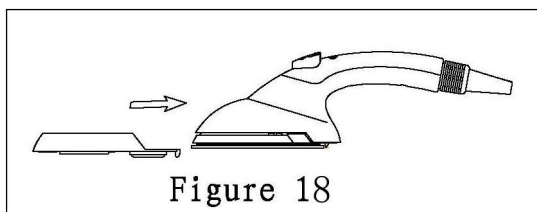

Figure 18
**CUIDADO:** Tenga cuidado cuando ata el cepillo para ropa, puesto que la suela puede estar caliente. No intente atar el cepillo mientras el aparato está emitiendo vapor. Como se ve en la imagen 18 abajo, deslice el cepillo en la suela hasta que se oiga un click. Una vez puesto el cepillo, puede utilizar el vapor.